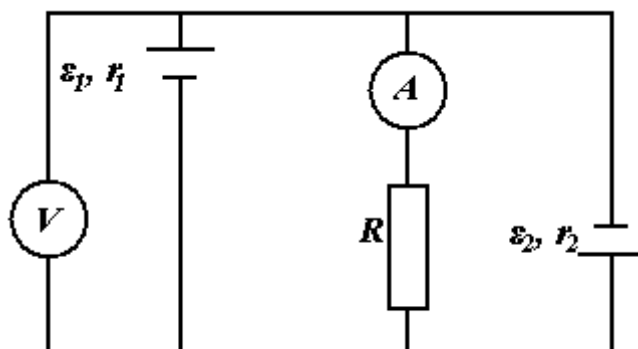

Рис.4
14. В электрической цепи определите показания идеальных вольтметра и амперметра. ЭДС источников и их внутреннее сопротивление равны соответственно: $\varepsilon_1 = 18$ В, $\varepsilon_2 = 12$ В, $r_1 = 3$ Ом, $r_2 = 4$ Ом; сопротивления резистора $R = 5$ Ом. Какое количество тепла выделится на резисторе R за время $\Delta t = 10$ с (рис.4).